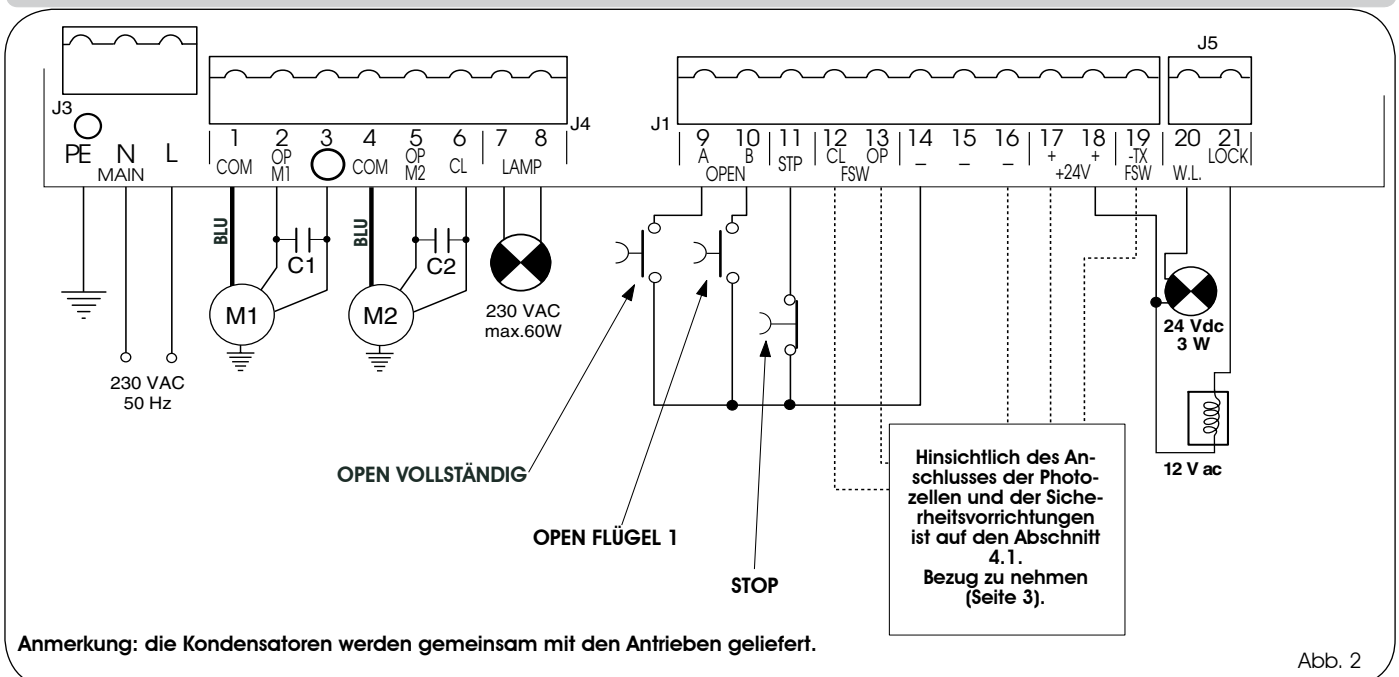

Abb. 2
- Das Erdungskabel ist an die entsprechende Klemme auf dem Stecker J3 des Geräts anzuschließen (siehe Abb. 2).
4.2. Klemmenleiste J3 - Versorgung (Abb. 2)
4.3. Klemmenleiste J4 - Motoren und Blinkleuchte (Abb. 2)
4.4. Klemmenleiste J1 - Zubehör (Abb. 2)
4.5. Klemmenleiste J5 - Kontrollampe und Elektroschloß (Abb. 2)
4.6. Stecker J2 - Schnellanschluß (Abb.2)